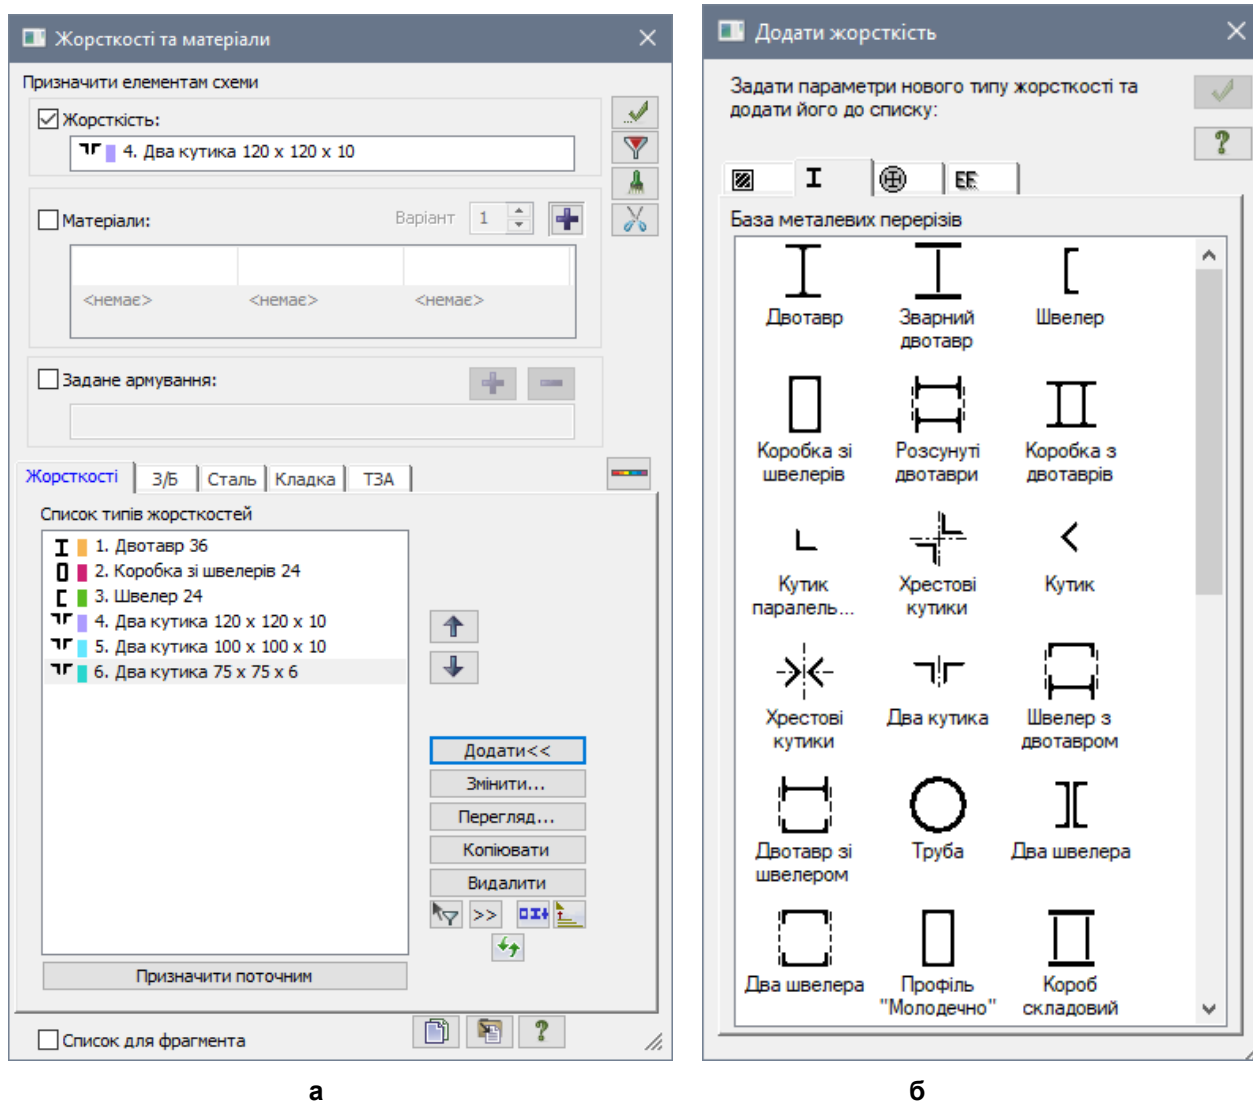

Рис. 3.12. Діалогові вікна: а – Жорсткості та матеріали, б – Додати жорсткість
- Натиснувши на кнопку  – **Жорсткості та матеріали елементів** (панель **Жорсткості та в'язі** на вкладці **Створення та редагування**) відкрийте діалогове вікно **Жорсткості та матеріали** (рис. 3.12,а).
- В цьому вікні натисніть на кнопку **Додати** і у вікні **Додати жорсткість** (бібліотеці жорсткісних характеристик), що з'явилося натисніть на другу закладку **База металевих перерізів** (рис. 3.12,б).